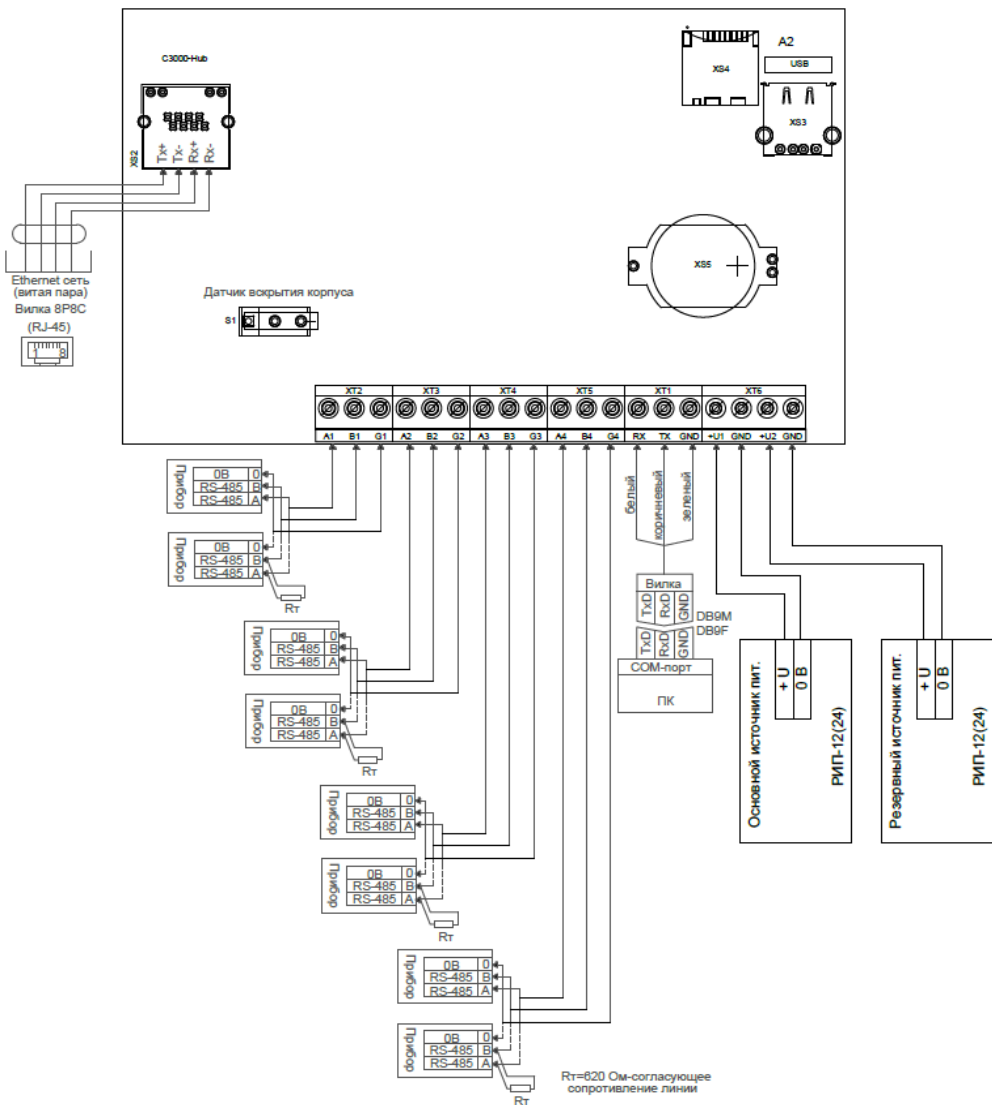

Рисунок 5. Схема внешних соединений контроллера
Монтаж соединительных линий производится в соответствии с рис. 5.
5.1 Подключение контроллера при проверке осуществляется по схеме, показанной на рис. 5.